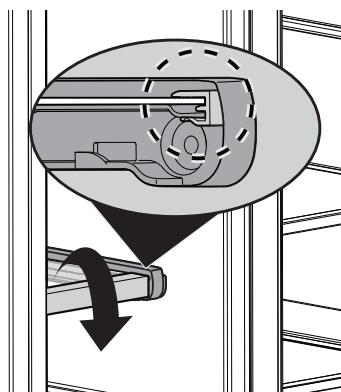

Figure 1
**Congélateur :** Il est possible de retirer la clayette du congélateur en verre pour la nettoyer. Retirer tous les aliments de la clayette en verre. Tourner la garniture avant vers le bas pour la retirer (Figure 1).